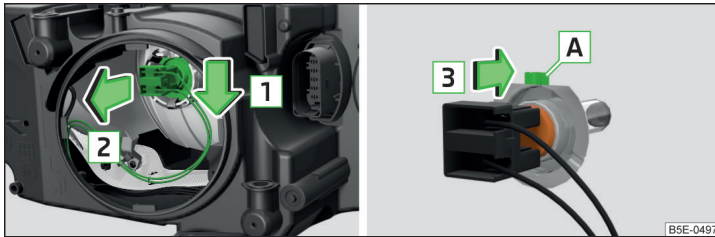

Abb. 235 Glühlampe für Ablendlicht wechseln
- › Den Stecker mit der Glühlampe in Pfeilrichtung **1** lösen » Abb. 235.
- › Eine neue Glühlampe so einsetzen, dass die Fixiernase **A** an der Glühlampe » Abb. 235 in die Aussparung am Reflektor passt.